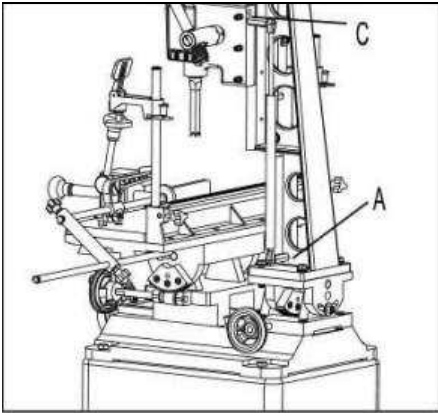

Fig4
1. Vérifiez que la tête (A, fig. 4.) soit maintenue en position haute et assemblez le ressort à gaz aux deux pièces de fixation (C), l'une située sur le socle et l'autre sur l'arrière de la tête.